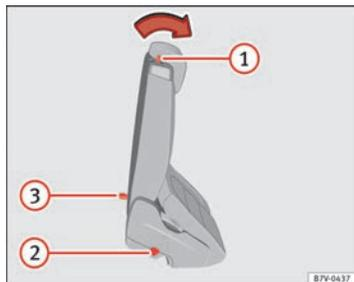

Fig. 81 Seconde rangée de sièges : commandes de l'aide à l'accès.
- Retirez les éventuels objets se trouvant sur le plancher de la seconde rangée de sièges ⇒ ②.
- Poussez le levier ⇒ fig. 81 ① vers le haut et rabattez le dossier du siège arrière. Le siège arrière se rabat complètement vers l'avant ⇒ ⚠ et il est également possible de le déplacer plus vers l'avant.